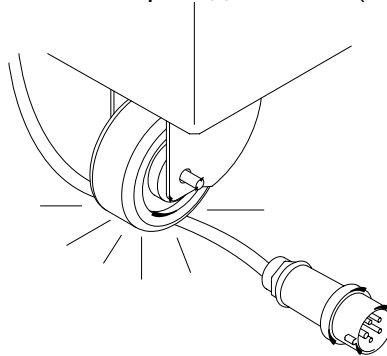

Рисунок 1
- При перемещении изделия на колесах убедитесь в том, что они могут свободно крутиться, чтобы не наехать на провод питания (см. Рисунок 1).